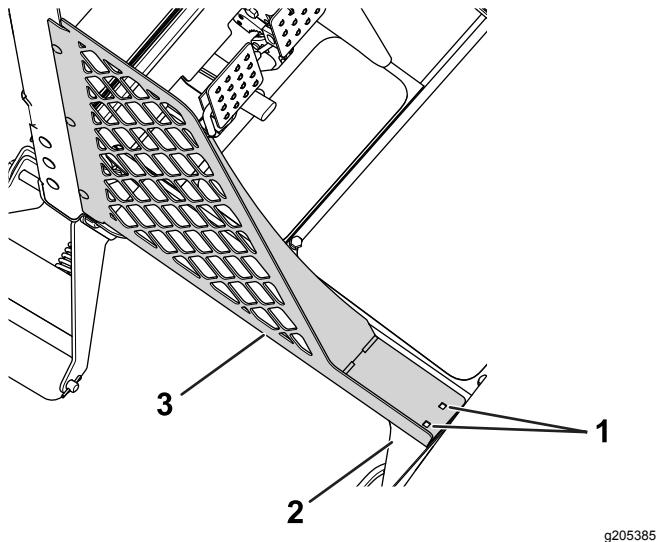

Figura 1
- A. Marque las zonas de unión de los conjuntos de panel inferior y la plataforma (Figura 1).